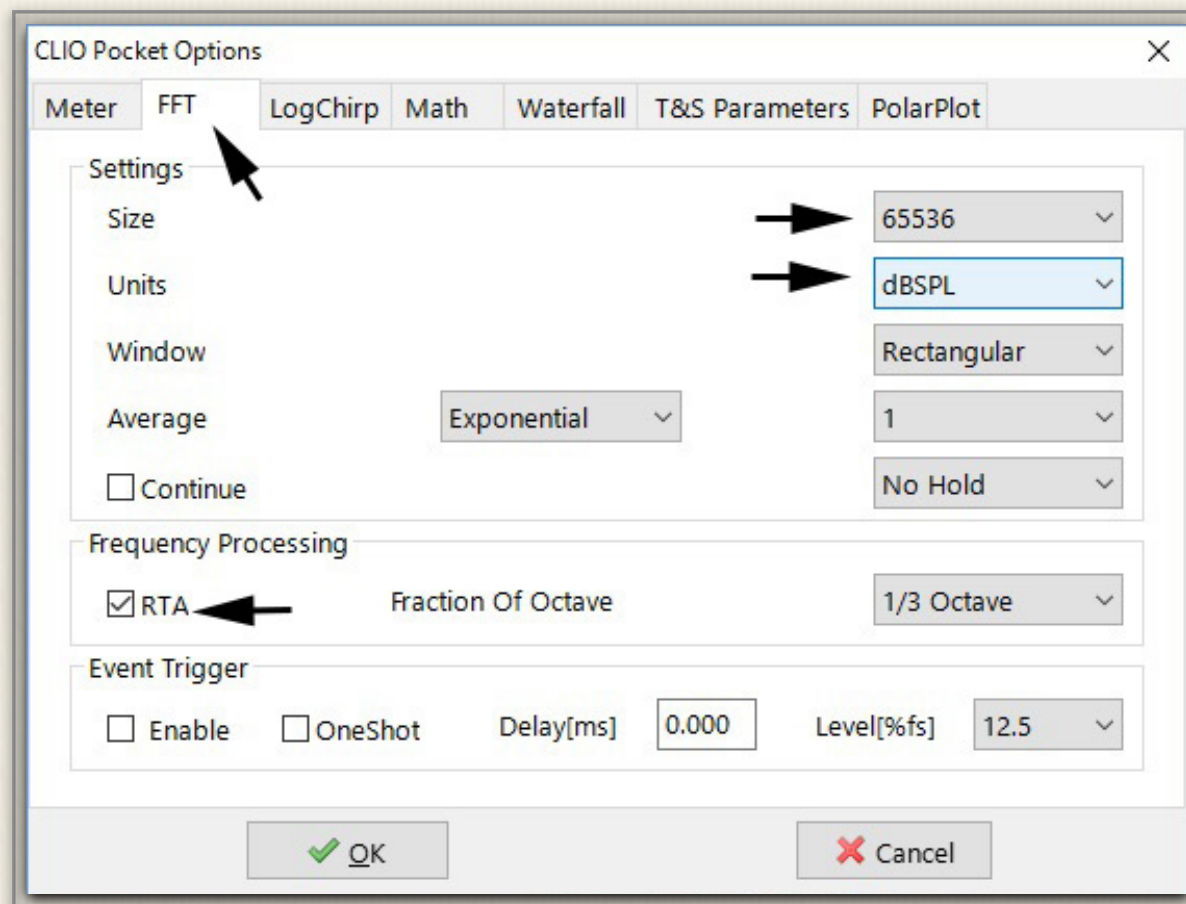
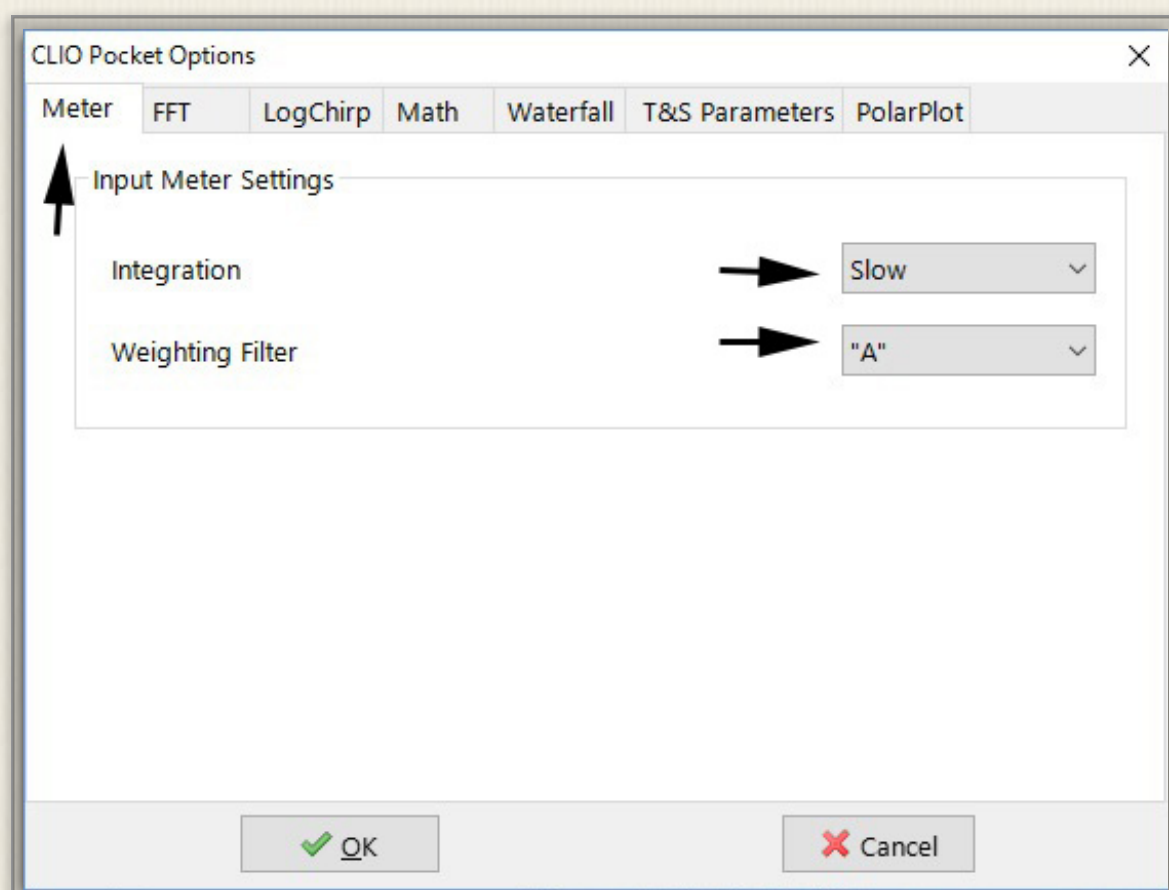
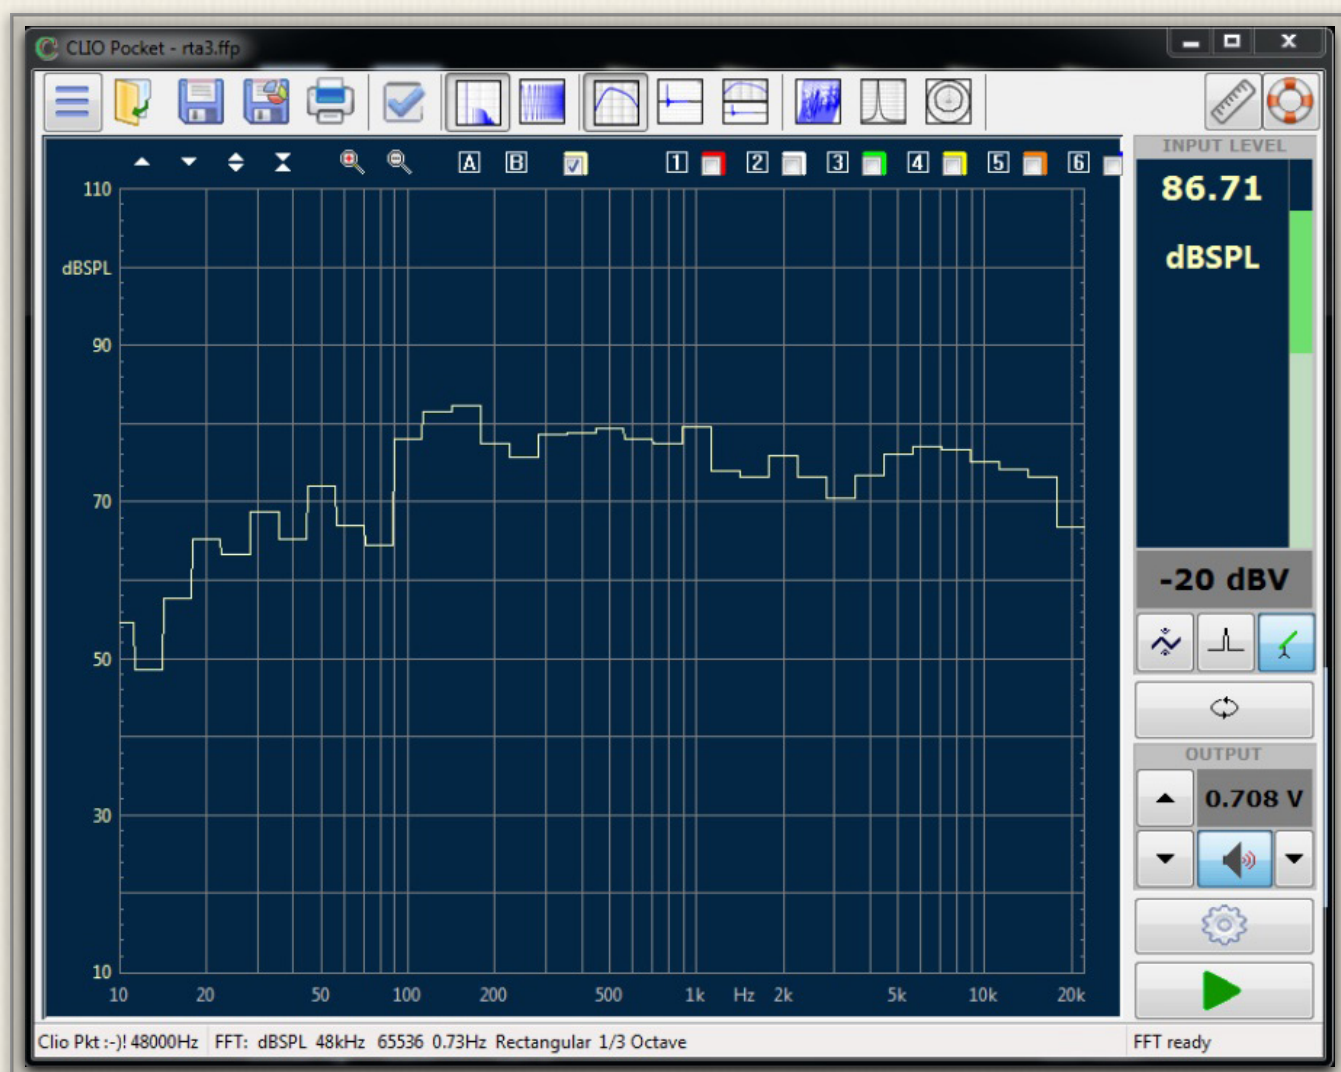

図4-5 FFT設定（RTA）表示を指定
図4-6 「Meter」設定
図4-9 リスニング位置におけるスピーカー特性と音圧レベル
- ⑥ パワーアンプの電源を入れる
- ⑦ 「FFT」画面を選択する
- ⑧ サイドバーから図4-5「CLIO Pocket Options」を開く
- ⑨ 「FFT」タブを開き「Size」、「Units」を矢印のように設定、「RTA」にチェックする
- ⑩ 図4-6の「Meter」タブに移り矢印の設定を行う
- ⑫ 図4-6の「Meter」の「A Filter」を外す
- ⑭ ファイルタブからブラウズして「Pink Noise」ファイルを設定する（注：Size=64Kは図4-5のFFTサイズと同じ）
- ⑮ 「Play」をクリックし、「Pink Noise」信号を出力する
- ⑯ 図4-9の特性ならびに音圧レベルが表示される
ここではリスニング時の音圧レベル（85-90dB SPL）になるように、パワーアンプで音量を調整します。測定を止め、アンプの出力を絞ります。図4-9の特性がリスニング位置におけるスピーカー特性となります。